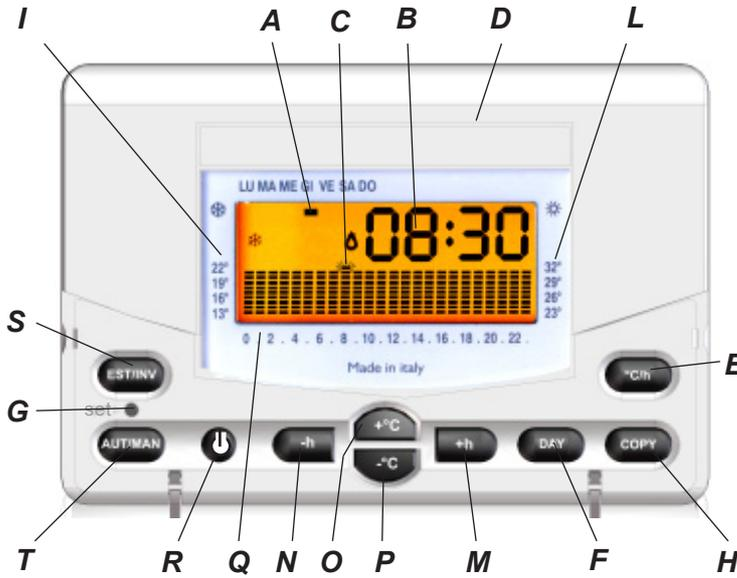

Fig.14
Il segmento in alto a sinistra (A in Fig.14), in corrispondenza delle scritte sovrastampate, indica il giorno al quale si riferisce il programma.
La temperatura programmata (B in Fig.14) viene visualizzata in alto a destra durante la programmazione ed è identificata dal lampeggio del giorno e del simbolo "°C" indicante i °C.
Durante il funzionamento normale vengono visualizzati alternativamente, premendo il tasto °C/h (Fig.14), l'orario o la temperatura ambiente.
Easy Radio appena alimentato presenta un diagramma standard di utilizzo, mentre l'orologio parte dall'ora 00.00 di Lunedì (LU). Per modificare il programma standard portarsi al giorno desiderato mediante il tasto DAY (Fig. 14) e variare il grafico giornaliero utilizzando i quattro tasti centrali disposti a croce.
I tasti +h e -h (Fig. 14) spostano il cursore orizzontalmente lungo l'asse delle ORE, mentre i tasti +°C e -°C (Fig.14) variano la temperatura impostata.
- Premendo il tasto DAY (F in Fig.14) si passa al giorno seguente visualizzando il programma memorizzato (se non esiste verrà visualizzato il grafico standard) che potrà essere modificato come descritto precedentemente.
Terminata la programmazione dell'intera settimana non resta che aggiornare l'ora ed il giorno premendo, mediante uno strumento appuntito, il tasto SET. (Fig. 14).
Da questo momento **Easy Radio** inizia il suo regolare funzionamento indicando ogni inserimento del carico (riscaldamento o condizionamento) mediante l'accensione del simbolo della fiamma sul display (Fig. 14).
Premendo il tasto AUT/MAN (Fig. 14) il cronotermostato entra nel funzionamento manuale spegnendo il grafico (che rimane memorizzato) e accendendo il simbolo della mano (Fig. 14).
Ora **Easy Radio** si comporta come un semplice termostato ambiente dove la regolazione avviene impostando la temperatura con i tasti **+°C** e **-°C** (O, P in Fig. 14). La temperatura impostata, leggibile sul display, verrà mantenuta fino a che non si uscirà dal funzionamento manuale, ripremendo il tasto AUT/MAN (modo di funzionamento automatico).
Premendo per due secondi il tasto ⏻ (R in Fig. 14) si spegne il cronotermostato. **Easy Radio** disattiverà le funzioni relative ai programmi impostati, che rimarranno comunque memorizzati, e visualizzerà alternativamente la scritta OFF con l'ora attuale o la temperatura rilevata.
Nel caso ci fosse la necessità di annullare il programma inserito (per esempio dopo una prova di programmazione) premere contemporaneamente i tasti **AUT/MAN** e **COPY** (T, H in Fig. 14) per circa due secondi; **Easy Radio** riparte con l'inizializzazione descritta in precedenza.